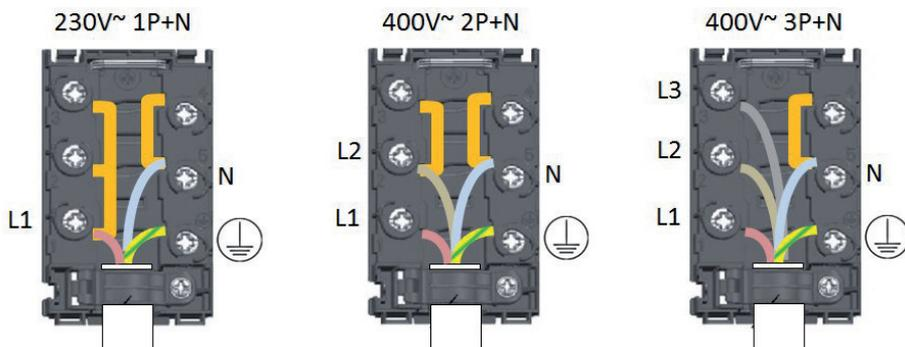

FIGURE 8
- Connectez les fils au bornier en respectant les schémas de raccordement ci-dessous (figure 8).